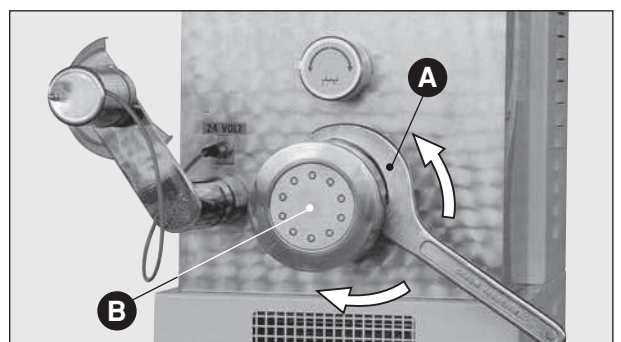

Fig. 36
- Abrazadera, hilera y filtro: desenroscar la abrazadera con su llave especial (**Fig. 36 A**) cuidando que no caigan las piezas, en el momento en que la abrazadera sale de su asiento (el peso de las piezas con el producto que queda pegado alcanza unos kilos y puede fácilmente resbalar de las manos y causar daños a la propia persona o a las piezas mismas).
- Cóclea: desmontada la abrazadera con hilera (**Fig. 36 B**) y el filtro, la cóclea se puede extraer fácilmente de la máquina empujándola desde la espiral por la extremidad interna.